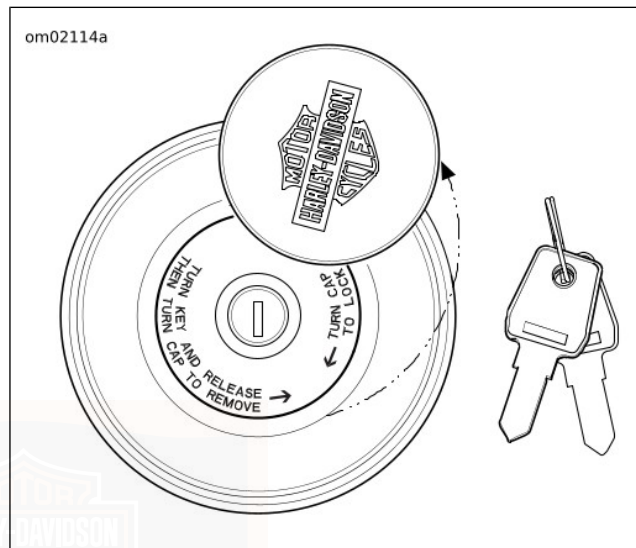

Figure 25. Verrouillage du bouchon de remplissage de carburant
1. Voir Figure 25. Tourner le couvercle de verrou pour accéder au verrou à clé.
1. Voir Figure 25. Insérer la clé dans le verrou.